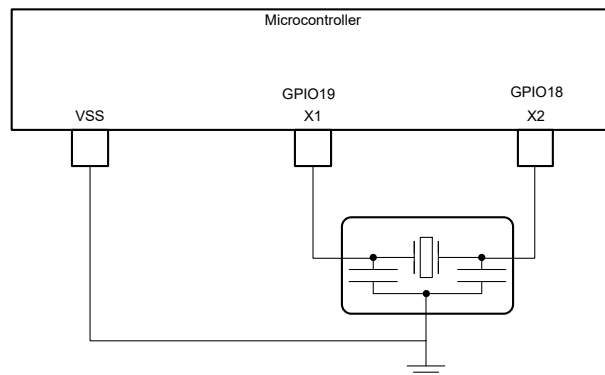

図 6-16. 外部共振子
- 外部共振子。図 6-16 に示すように、X1 と X2 の間に共振子を接続し、そのグラウンドを VSS に接続する必要があります。